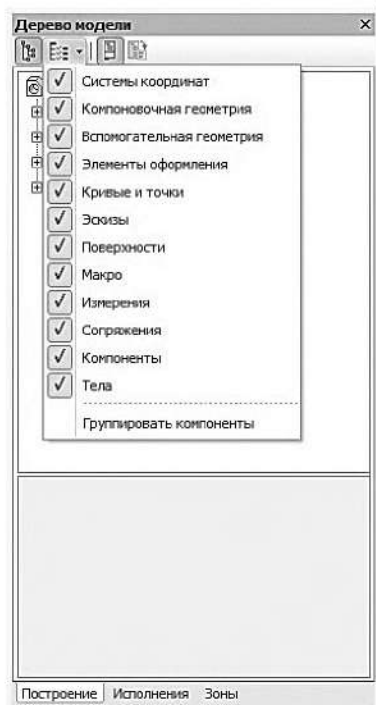

Рисунок 1.18. Раскрывающийся список состава Древа модели
- состав Древа модели (рисунок 1.18) позволяет выбрать группы объектов, которые следует отображать в Древе модели (кнопка активна только в режиме отображения структуры модели);